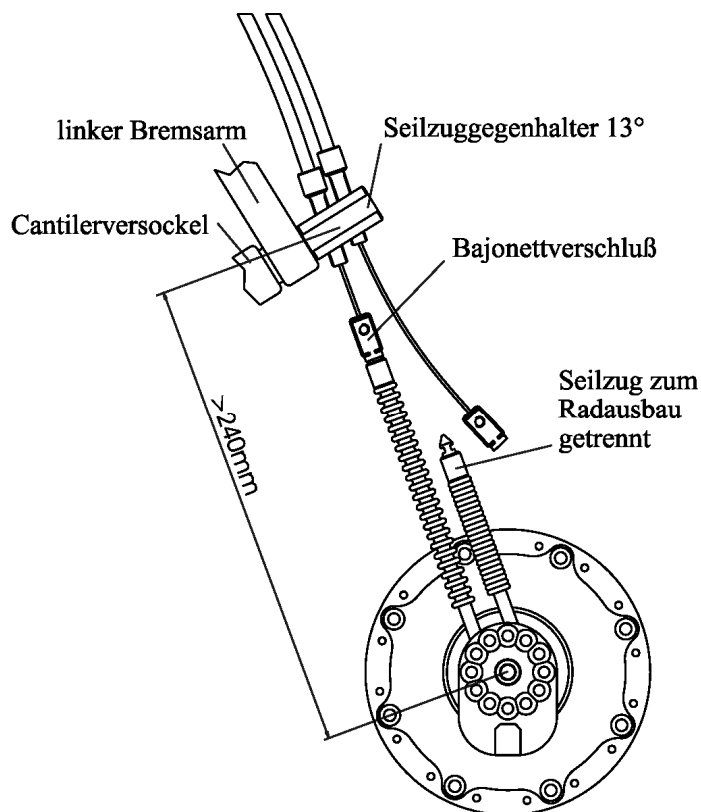

Bild 17: Interne Schaltansteuerung über (Cantilever) Bremssockel mit OEM Achsplatte.
Es ist darauf zu achten, dass das Maß von 32 - 0,5 mm **unbedingt** eingehalten wird, damit bei einer eventuellen Montage der externen Schaltbox diese noch vorn montiert werden kann (vgl. Bild 17). Es kann sowohl die Schnellspannachsversion (CC), als auch Schraubachsversion (TS) eingesetzt werden.
Das externe Schaltgehäuse muss so positioniert sein, dass eine optimale Zugführung gewährleistet ist. Die Positionierung erfolgt in 30 Grad Schritten und ermöglicht so eine optimale Anpassung. Bei vollgefederten Fahrrädern sollte darauf geachtet werden, dass die Zugverlegung möglichst so nah, wie möglich durch den Drehpunkt erfolgt. Dadurch muss der Schaltzug keinen unnötigen Längenausgleich vornehmen. Bei der Externen Schaltzugsteuerung (EX) empfiehlt sich die Zugverlegung in der Regel über das Unterrohr und der Kettenstrebe (vgl. Bild 17 *Rohloff SPEEDHUB 500/14 CC DB OEM*, bzw. *Rohloff SPEEDHUB 500/14 TS DB OEM*).